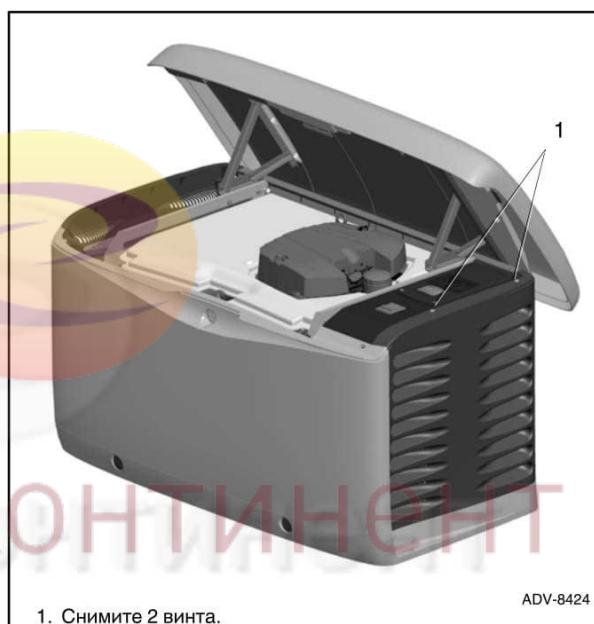

Рис. 1-4 Снятие панели воздухозабора
- Снимите два винта сверху панели воздухозабора. Потяните панель вверх и снимите. См. Рис. 1-4.